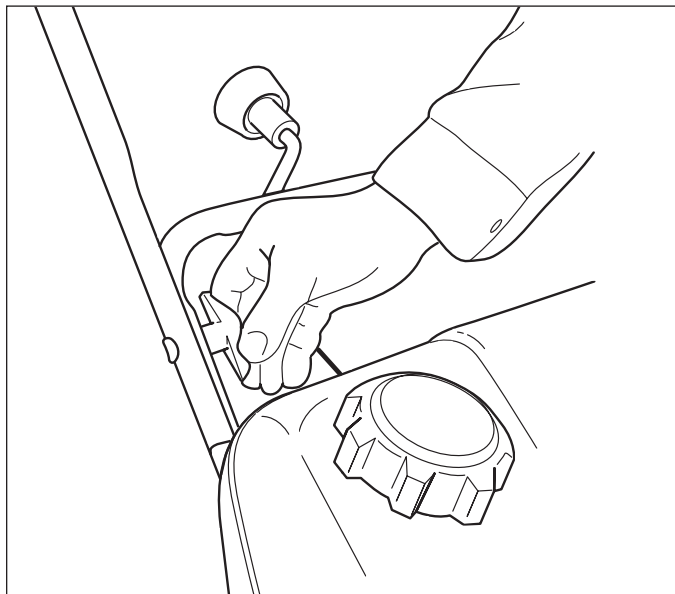

Abbildung 2. Ausziehbare Griffe und T-Drehknöpfe
1. Den ausziehbaren Griff nach oben ziehen und mit dem unteren Griff ausrichten. Die Griffe in dieser Position mit den T-Drehknöpfen befestigen (siehe Abbildung 2).